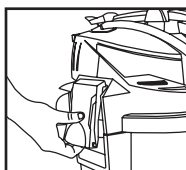

FIGURE 3
5. Vuelva a colocar la tapa del depósito. Eleve los sujetadores y colóquelos en las ranuras sobre la cubierta como se muestra en la **FIGURE 3**. Presione sobre la parte inferior de los sujetadores para trabar en su lugar.